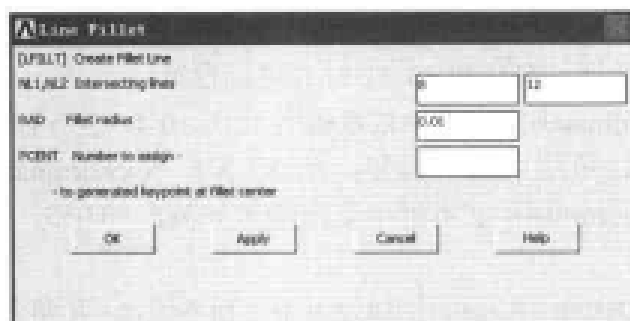
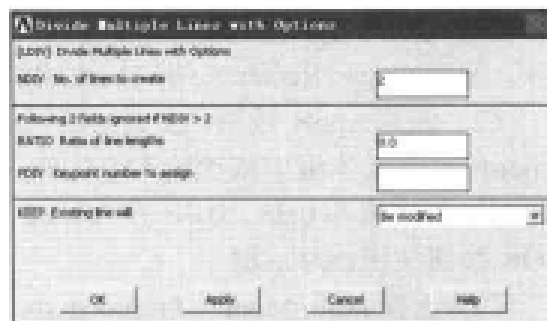

图 13-34 线段倒角对话框
图 13-35 分割线段对话框
(8) 选择 Main Menu | Preprocessor | Modeling | Create | Lines | Line Fillet 命令, 出现 Line Fillet 菜单, 在文本框中输入 8, 12, 单击 OK 按钮, 出现 Line Fillet 对话框, 参照图 13-34 对其进行设置, 单击 OK 按钮关闭该对话框。
(9) 选择 Main Menu | Preprocessor | Modeling | Create | Lines | Line Fillet 命令, 出现 Line Fillet 菜单, 在文本框中输入 7, 9, 单击 OK 按钮, 出现 Line Fillet 对话框, 在 NL1,NL2 Intersecting lines 文本框中依次输入 7、9, 在 RAD Fillet radius 文本框中输入 0.01, 单击 OK 按钮关闭该对话框。
(10) 选择 Main Menu | Preprocessor | Modeling | Operate | Booleans | Divide | Line w/ Options 命令, 出现 Divide Multiple 菜单, 在文本框中输入 12, 9, 单击 OK 按钮, 出现 Divide Multiple Lines with Options 对话框, 参照图 13-35 对其进行设置, 单击 OK 按钮关闭该对话框。